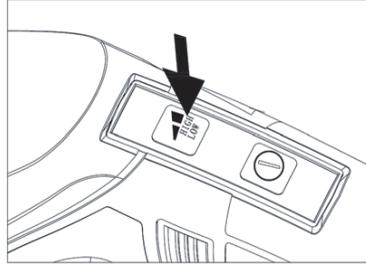

FIG. 8
- Para ajustar la velocidad de funcionamiento de la aspiradora, pulse el interruptor de ajuste de velocidad; puede seleccionar la velocidad alta o baja. (véase la FIG.8)